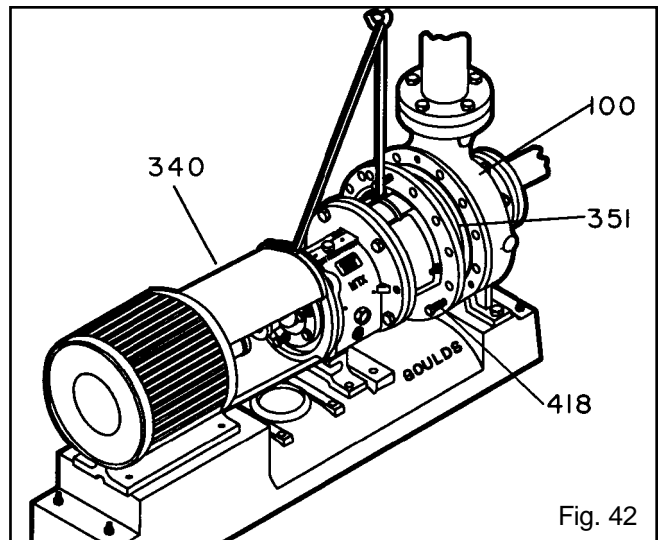

Fig. 42
**Adaptador de cara C:** - Coloque una eslinga del montacargas a través del adaptador para el bastidor (108) o del bastidor (228A) para el modelo STX y una segunda eslinga desde el montacargas a través del adaptador de cara C (Fig. 42).
- Quite los pernos de la carcasa (370).